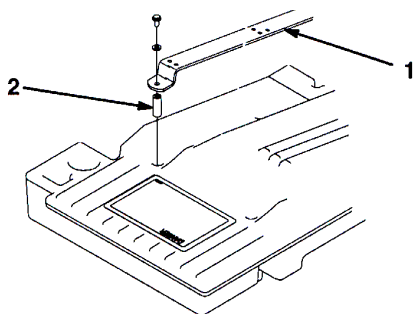

図 3
1. 機体にシート・ストラップを固定しているネジ、ワッシャ、スペーサを外す (図3)。